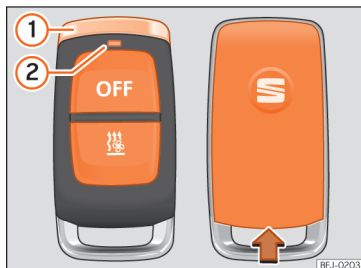

Abb. 154 Standheizung: Funkfernbedienung.
Die LED der Funkfernbedienung  **Abb. 154**  zeigt dem Nutzer nach einem Tastendruck verschiedene Zustände an:
- Funkfernbedienung mit dem verchromten Stift »» **Abb. 154** ① senkrecht nach oben halten.
»» **Abb. 154.**
- Abdeckung entgegen der Pfeilrichtung schieben, bis sie einrastet »» **Abb. 154.**